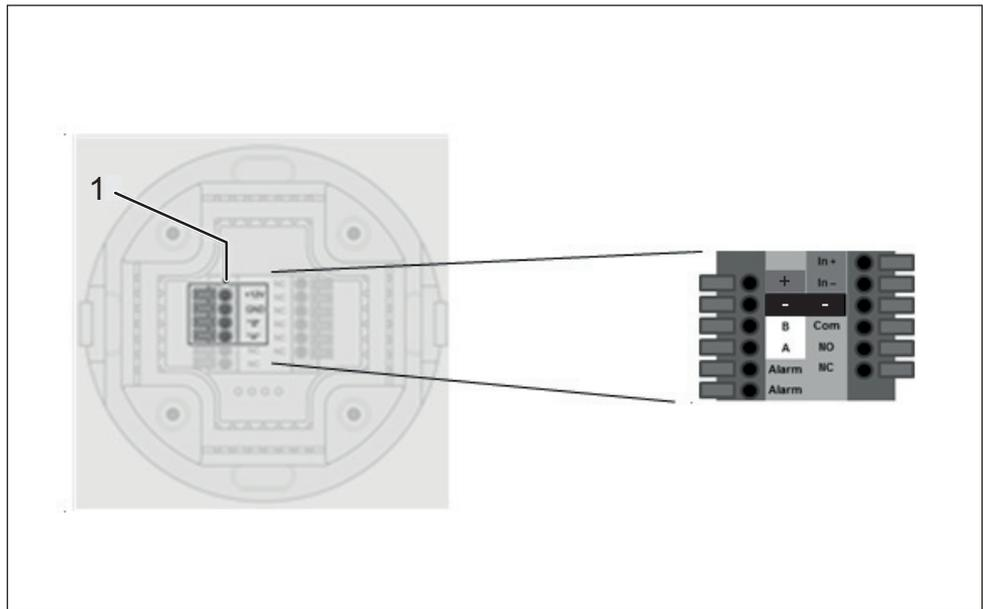

Abb. 10: Anschlussklemmen an der Rückseite
3. Anschlussleitung an den Klemmen (Abb. 10/1) des Lesers anschließen.